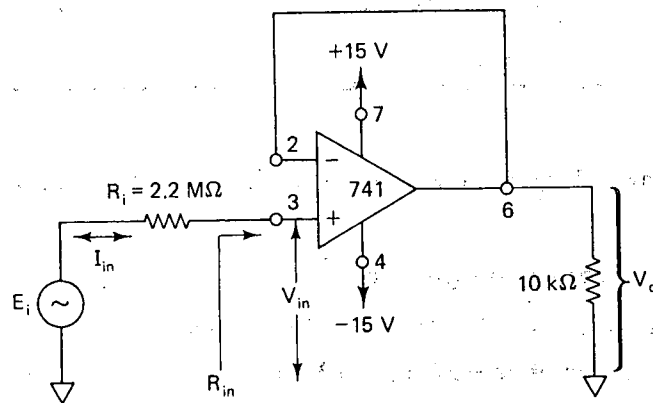

FIGURA LE3-3
- Consulte la figura LE3-3 para medir R_{ent} . Ajuste E_i para 5.00 V rms a 100 Hz (onda senoidal). Las terminales se refieren a un encapsulado minidip de 8 terminales. No mida V_{ent} pues cualquier medidor cargará al circuito.